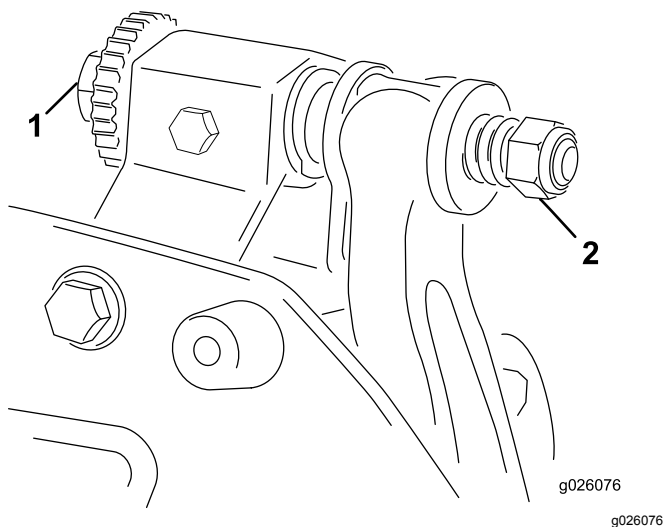

Рисунок 4
- А. поворачивайте регулировочные болты планки неподвижного ножа по часовой стрелке (Рисунок 4) по одному щелчку за раз до тех пор, пока не почувствуете или не услышите легкий контакт.
6. Поворачивайте правый регулировочный болт планки неподвижного ножа (**Рисунок 4**), пока не почувствуете легкое давление на регулировочной прокладке при перемещении ее из стороны в сторону. Удалите регулировочную прокладку.